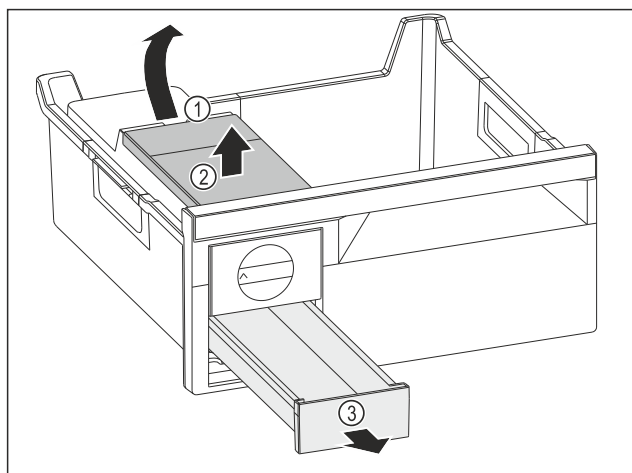

Fig. 140
- ▶ Wymywanie zbiornika wody: Zbiornik wody unieść za wycięcia Fig. 140 (1).
- ▶ Wyjąć zbiornik wody Fig. 140 (2) do góry.
- ▶ Wyjąć szufladę na kostki lodu Fig. 140 (3) do przodu.